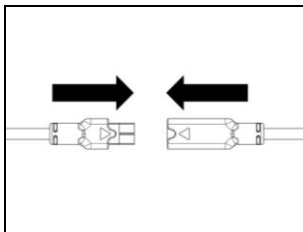

Abb. 11
- Schließen Sie das Mikrofon an den aus der E-Box kommenden Stecker an (Abb. 11).